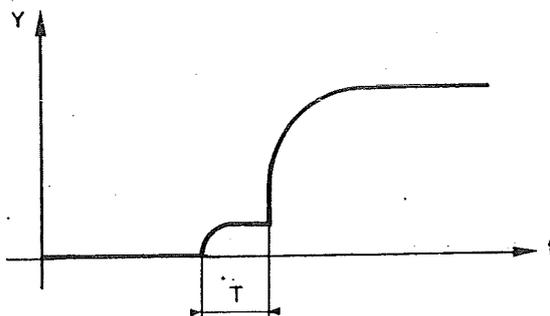

Figure 4 – Temps de commutation
- Mettre l'inverseur **83** sur la position B (émission) tout en observant l'écran de l'oscilloscope pour mesurer le temps mis par l'information en **51**, pour changer de niveau. (fig.4).